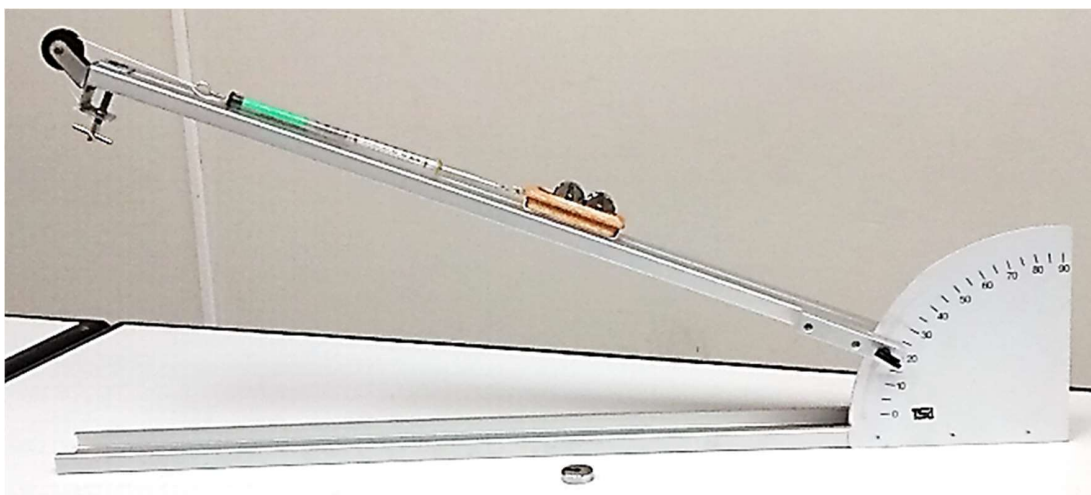

Figura 5.3 Disposición del equipo.
1. Montar el equipo tal como se muestra en la siguiente figura 5.3, esto consiste en cortar un trozo de cuerda de aproximadamente 30 cm de largo, hacer a cada extremo de la cuerda un nudo tipo orca para sujetar el dinamómetro desde la polea.